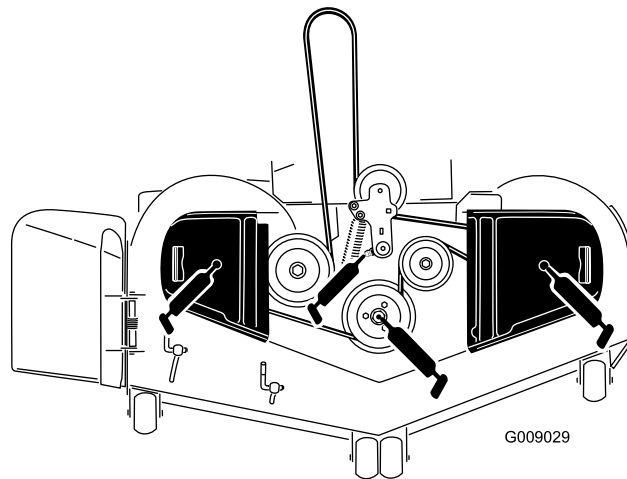

Figura 45
5. Lubrificare il perno della puleggia tendicinghia del piatto di taglio finché non fuoriesce grasso dalla parte inferiore (Figura 45).
6. Ingrassare i 3 cuscinetti del fusello finché il grasso non fuoriesce dalle guarnizioni inferiori (Figura 45).
- Lubrificate il braccio di rinvio della cinghia di trasmissione (Figura 45).